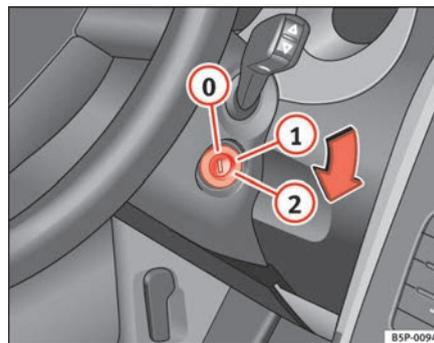

Fig. 138 Positions de la clé de contact
Dans cette position ⇒ fig. 138 l'allumage et le moteur sont déconnectés, ce qui peut bloquer la direction.
- Amenez la clé de contact en position ⇒ page 177, fig. 138 ①. Le témoin  s'allumera en cas de préchauffage du moteur.
- Lorsque le témoin s'éteint, tournez la clé en position ② pour lancer le moteur sans appuyer sur l'accélérateur. ▶
- Amenez la clé de contact en position ⇒ page 177, fig. 138  ▶